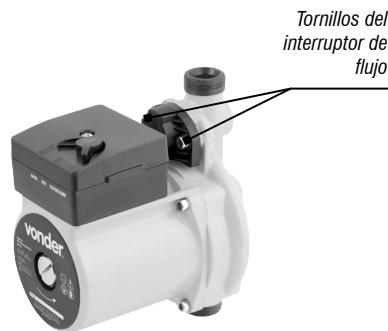

Fig. 10 – Retirar los tornillos del interruptor de flujo
- Retire los tornillos del interruptor de flujo (fig. 10).